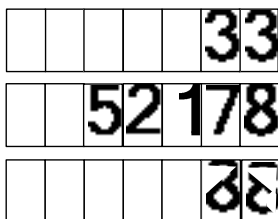

Рисунок 31
11.4 При выборе пункта 4 (**просмотр общих итогов за период по видам топлива**) необходимо указать период и выбрать вид топлива как описано выше. На табло ТРК будут отображаться итоги по видам топлива по всем картам (рисунок 31). Кнопками или производится переход по видам топлива.